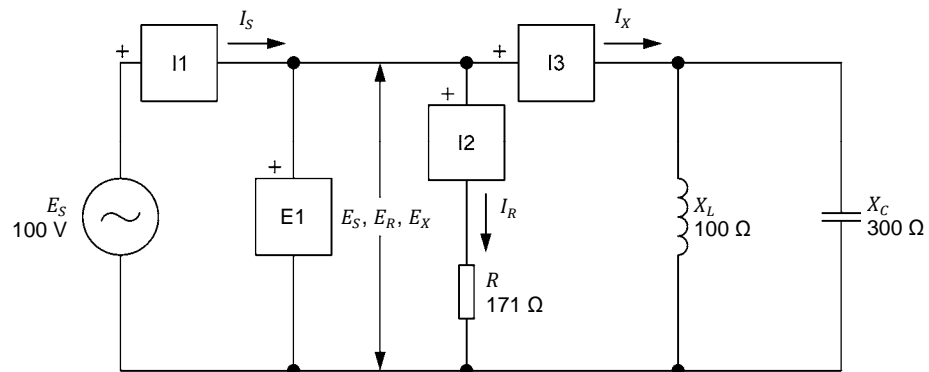

Figure 3-15. Circuit ca en parallèle contenant une résistance, une bobine et un condensateur, et installé pour des mesures de puissance.
20. Montez le circuit montré dans la figure 3-15.
Triangle des puissances du circuit dans la figure 3-15.